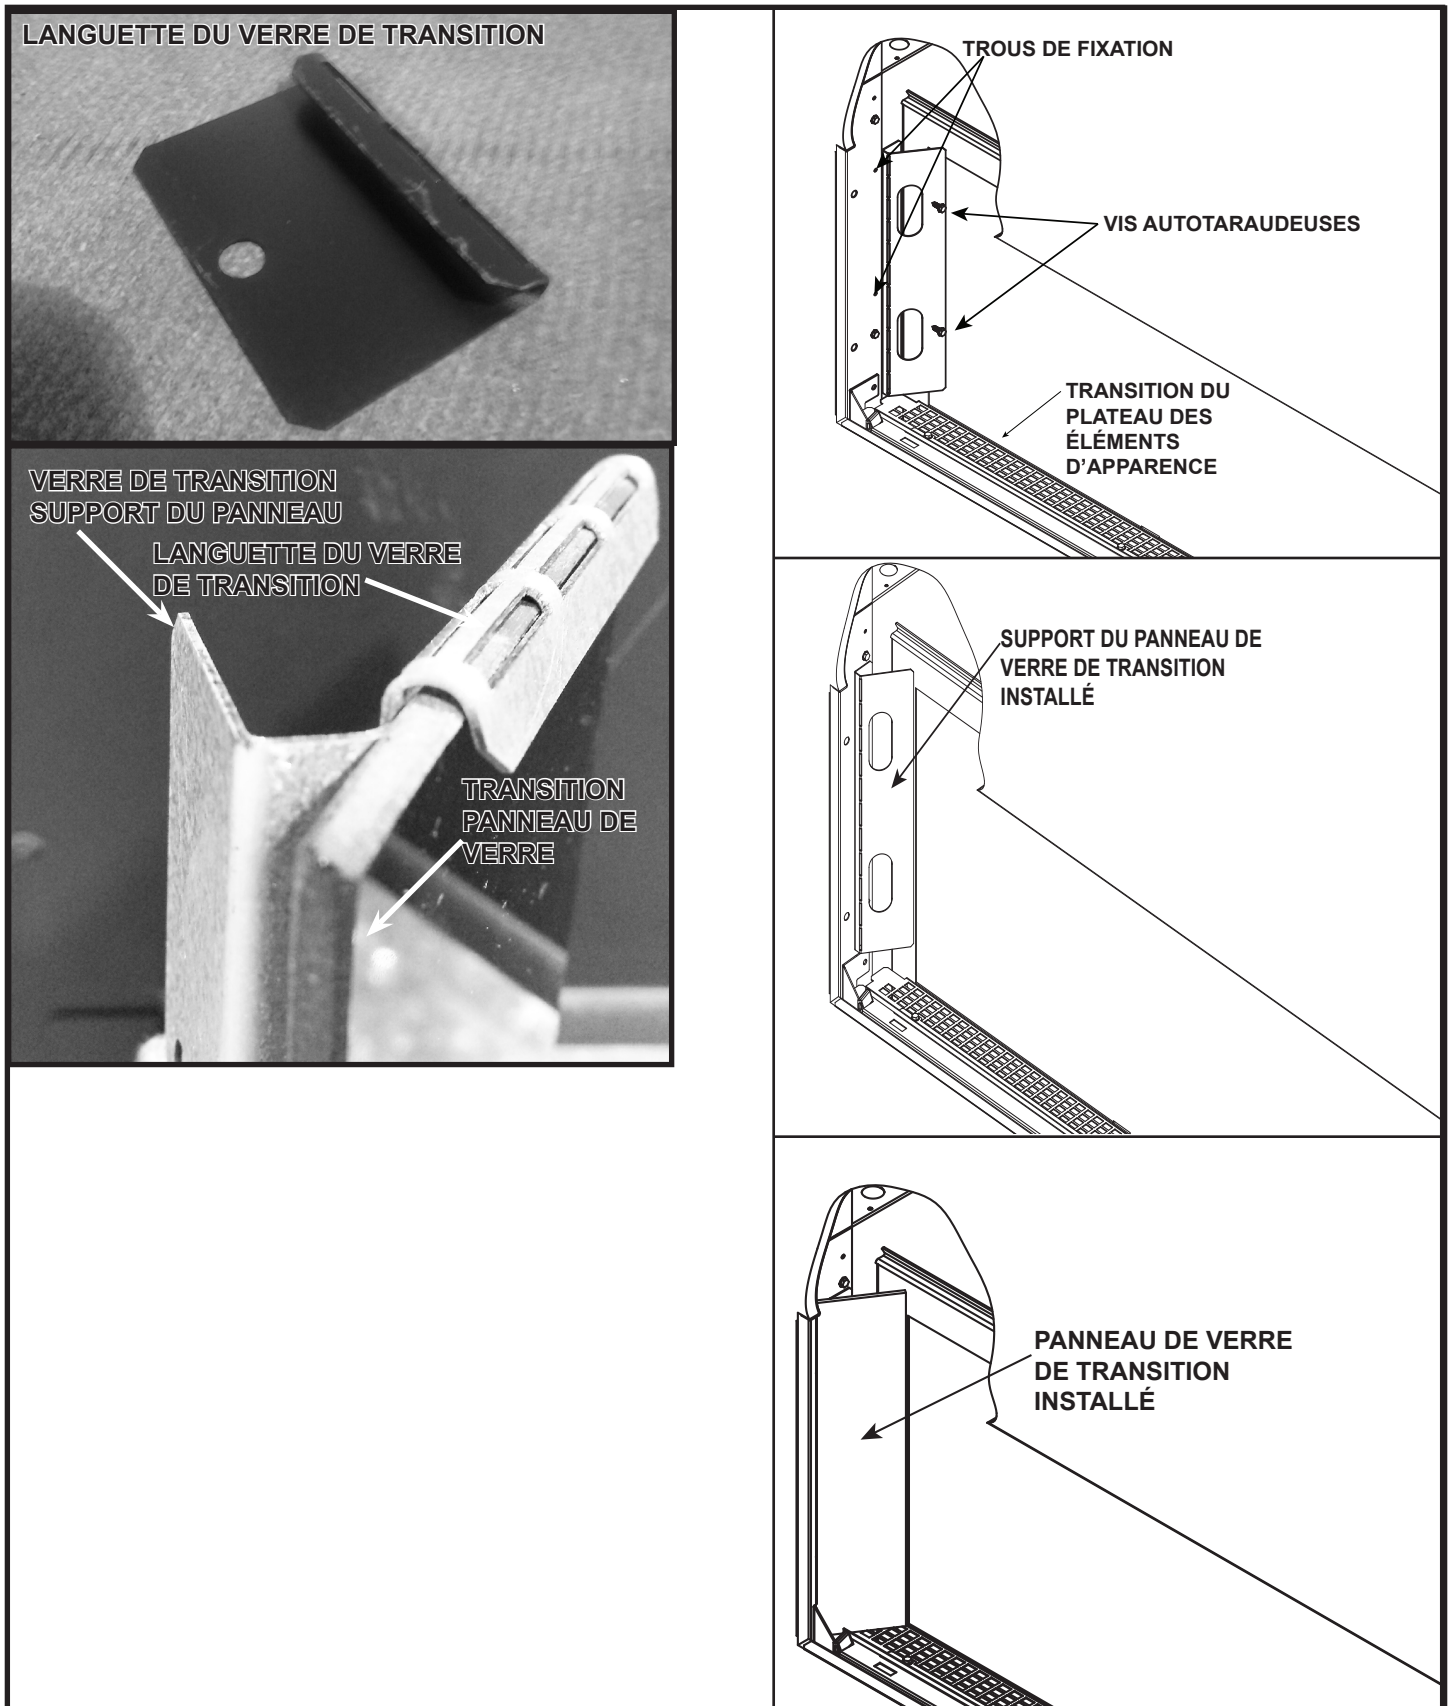

Figure 10.16 Installer la transition du panneau de verre
7. Mettez en place le plateau de transition des éléments d'apparence comme il est indiqué à la figure 10.16 Les coudes en U se trouvent au bas du plateau. Le coude en U arrière devrait être positionné entre le cadre de la vitre et le support du cadre de la vitre. Assurez-vous que le plateau soit à égalité de l'ouverture de l'appareil.
9. Installez la transition des panneaux de verre en les sécurisant avec des languettes à gauche et à droite de l'appareil. Voir les figures 10.16 et 10.17.